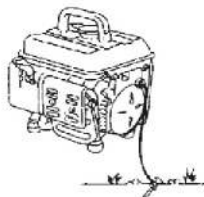

Рис. 1
1. Заземлите генератор (Рис. 1).